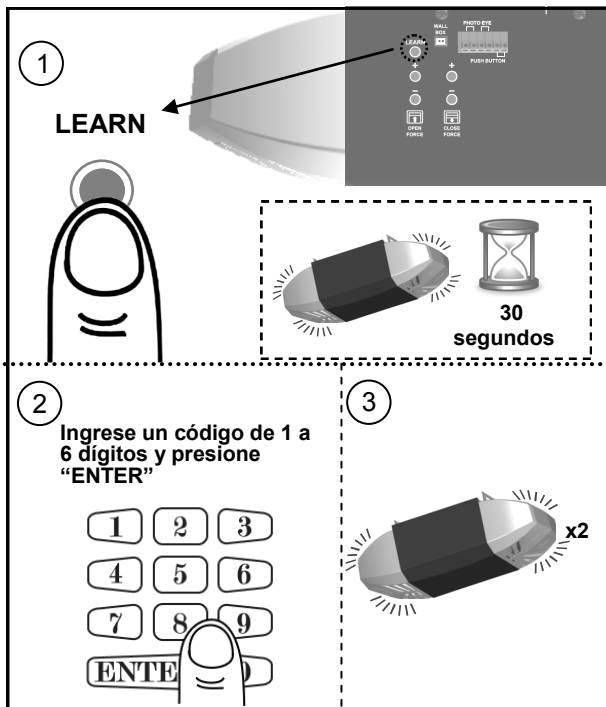

Fig.1
1. Presione/suelte el botón "LEARN" sobre el panel de control posterior y el LED "OK" se iluminará y emitirá un sonido. La unidad se encuentra lista para aceptar un transmisor en los próximos 30 segundos, como se muestra en la Fig. 1.